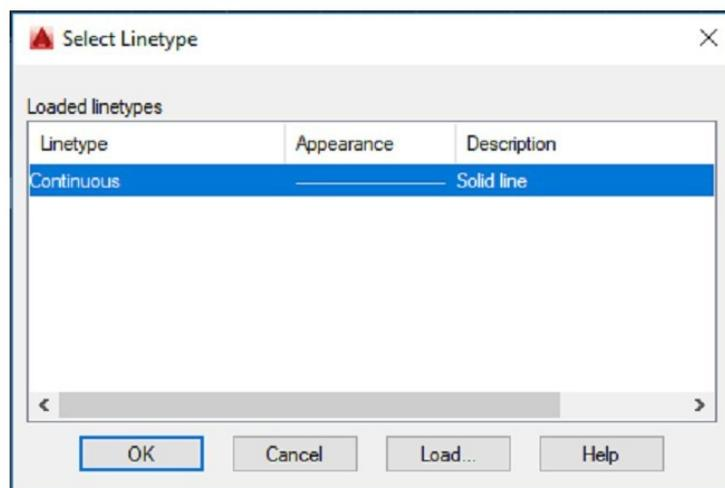

Figura 7.3 - Janela **Select Linetype**.
5. Clique com o botão esquerdo do *mouse* sobre *linetype* no *layer* verde contínuo. Aparecerá uma janela de definição de traçados (figura 7.3). Nesta janela só haverá, inicialmente, um tipo de traço (contínuo). Para utilizarmos outros tipos de traçado, devemos escolhê-los em uma outra janela. Pressionamos, então, o botão **LOAD** para carregar, na janela *Select Linetype*, os tipos de linhas desejados.